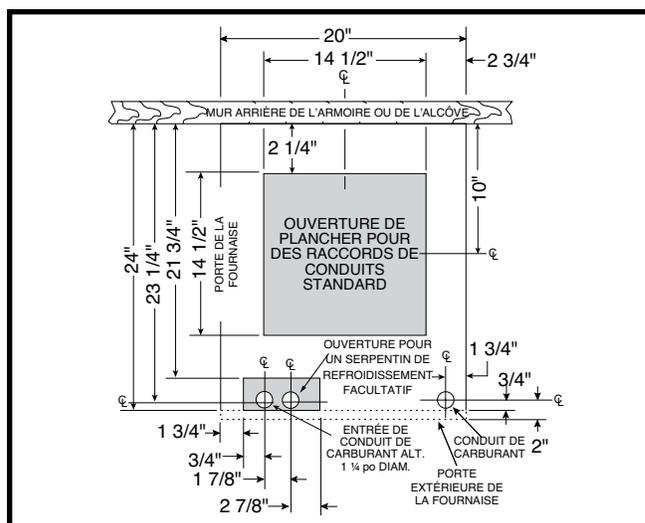
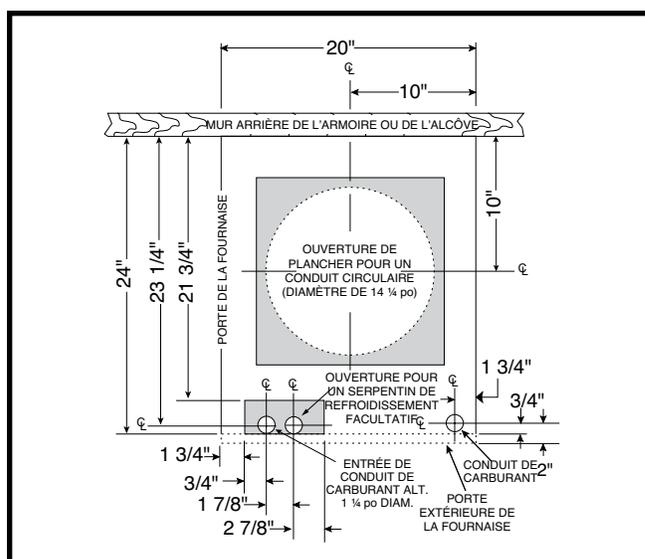

Figure 7. Dimensions du trou pour les raccords de conduits standard
Figure 8. Dimensions du trou pour les raccords de conduits circulaires
Les ouvertures dans le plancher et dans le conduit de carburant doivent être positionnées soigneusement pour prévenir les erreurs d'alignement entre la fournaise et les conduites d'aération. Pour positionner les conduits standard, consultez la Figure 7. Pour les conduits circulaires, consultez la Figure 8.
2. En utilisant la ligne centrale comme point de départ, tracez le reste du trou pour les conduits en fonction des dimensions montrées dans la Figure 7 ou la Figure 8.
6. Mesurez et percez un trou de gaz et une ouverture pour le serpentín de refroidissement (s'il y a lieu). Consultez la Figure 7 ou Figure 8.